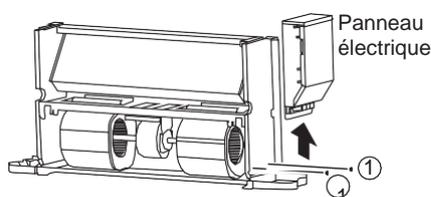

Fig 4-7 Enlever le panneau électrique
- Comme indiqué sur la Fig. 4-7, enlevez les vis ① * 2 pour pouvoir retirer le panneau électrique.